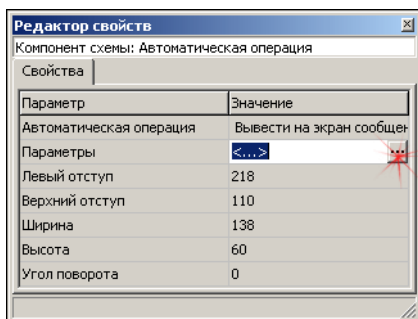
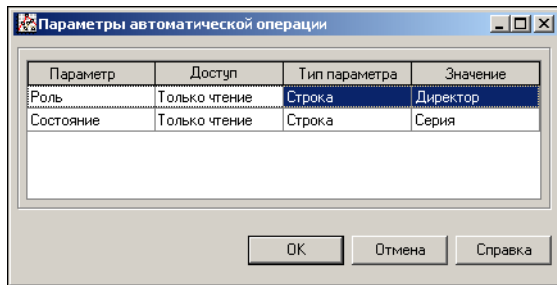

Рис. 4.60.
Рис. 4.61.
2. На панели **Редактор свойств** щелкните мышью в ячейке **Параметры** и нажмите кнопку выбора значения (рис. 4.60). Откроется окно **Параметры автоматической операции** (рис. 4.61). В нем показан список входных параметров указанной автооперации в модуле *ЛОЦМАН WorkFlow Конфигуратор*. Для каждого параметра приведено его значение по умолчанию.